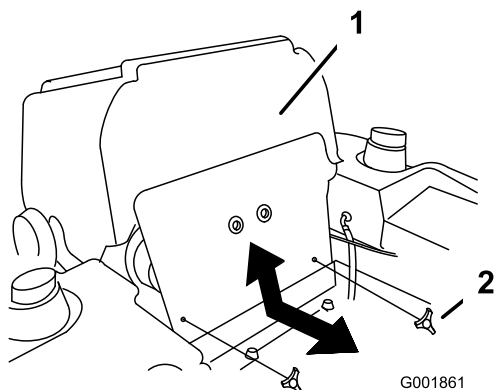

Figure 43
- Basculez le siège en avant et déposez le panneau avant du moteur (Figure 43).